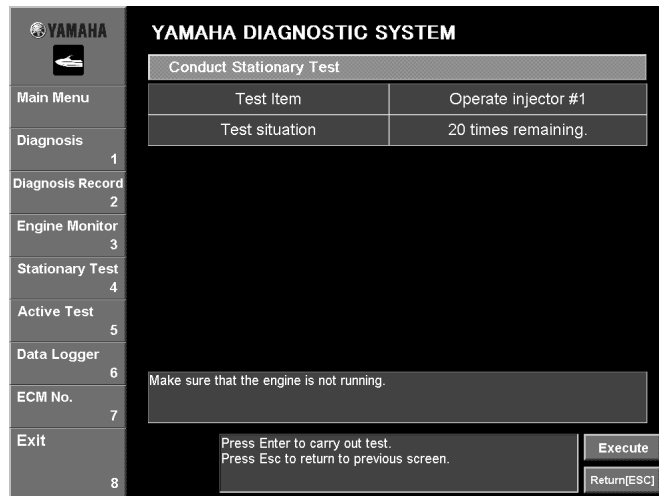

Fig. 49
3. Click the **Execute** button or press the Enter key on your keyboard. (Fig. 49)
3. Cliquer sur le bouton **Execute** ou appuyer sur la touche Entrée du clavier (Fig. 49).
3. Klicken sie auf **Execute** oder drücken Sie die "Enter"-Taste auf Ihrer Tastatur. (Abb. 49)
3. Haga clic en el botón **Execute** o pulse la tecla Intro en el teclado. (Fig. 49)